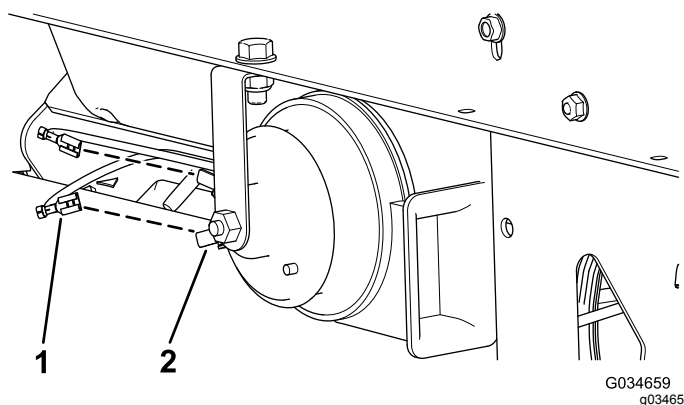

Bild 2
3. Stecken Sie die zwei Buchsenstecker vom Hauptkabelbaum in die zwei Stecker an der 12-Volt-Hupe (Bild 2).